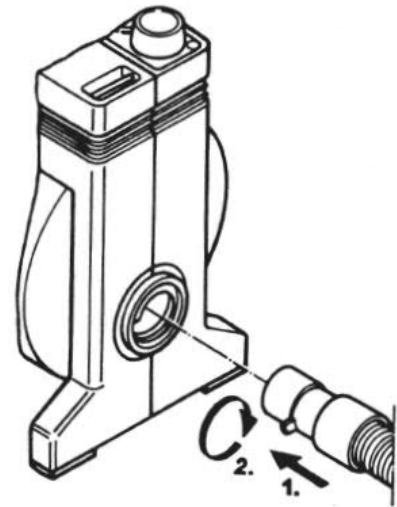

Abb. 2
- Luftschlauch am Motorgebläse anschließen. Dazu Anschlussstück des Luftschlauchs in der Öffnung am Motorgebläse nach rechts festdrehen (Abb.2).